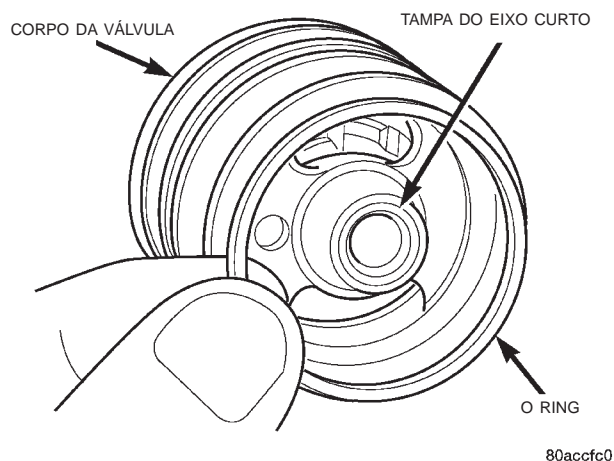

Fig. 16 O Ring da Tampa do Eixo Curto
(4) Instale os O rings e os anéis de teflon sobre os O rings no corpo da válvula.
(5) Instale o O ring na parte de trás da tampa do eixo curto. (Fig. 16).
(6) Instale o eixo curto e o conjunto da válvula na carcaça. Alinhe o eixo sem fim com as fendas no conjunto da válvula.
(7) Instale o conjunto de suporte de empuxo.